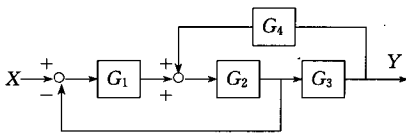

图 1-18 方块图 1
9. 试化简图 1-18、图 1-19 所示方块图, 并求其等效传递函数。
**解** 图 1-18 可以依次化简为图 1-20 (a) 和图 1-20 (b)。